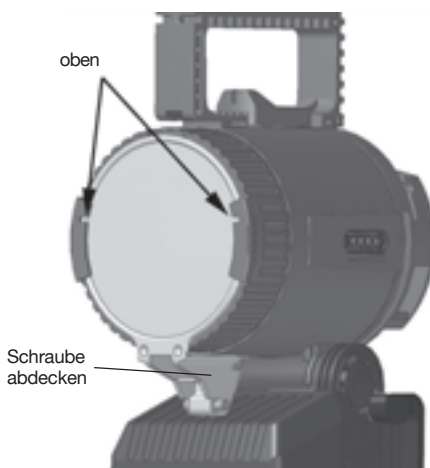

Bild 3 Leuchte blinkt
Ladezustands- und Kapazitätsanzeige:	Siehe Bild 3 und 4
In der Schalterstellung „Nebenlampe an“ leuchtet die Nebenlampe, wodurch die Ladezeit verlängert wird. Wird die Netzspannung unterbrochen, schaltet sich je nach Schalterstellung das Hauptlicht oder das Blinklicht ein (Notlichtfunktion bei Netzausfall). Bei voll geladener Batterie schaltet die rechte LED von Blinklicht auf Dauerlicht um (Bild 3).
6. Die Batterie wird wieder aufgeladen. Die Ladezustandsanzeige (LEDs) (Bild 3) zeigt dabei einen normalen Ladevorgang an.